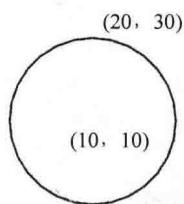

图 1-14 以圆心和直径定圆
- (1) 在【圆】对话框中单击“圆心和直径定圆”按钮和“坐标式”按钮.
- (2) 输入圆心坐标(10,10)及圆周上指定点坐标(20,30),如图 1-14 所示,绘制圆。